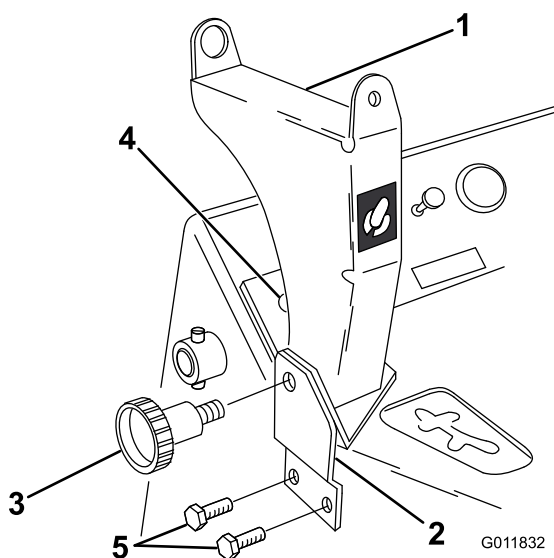

Figure 5
2. Alignez l'ensemble support sur le côté gauche du groupe de déplacement, comme illustré à la Figure 5.
4. Marquez l'emplacement des deux trous du support de montage sur le groupe de déplacement et du trou du support d'orientation sur le panneau de commande (Figure 5).
5. À l'aide d'un foret de 0,290 pouce (taille L), percez les trous du support de montage dans le châssis du groupe de déplacement (Figure 5).
6. À l'aide d'un foret de 3/8 pouce, percez le trou du support d'orientation dans le panneau de commande (Figure 5).
7. Fixez le support de montage avec les 2 vis autotaraudeuses (5/16 x 3/4 inch) (Figure 5)